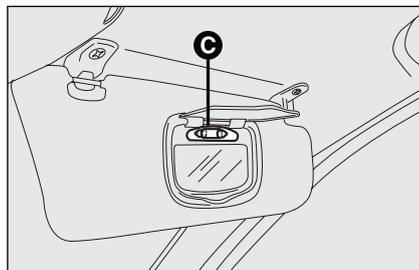

fig. 50
- sostituire la lampada **C-fig. 50** svincolandola dai contatti laterali, accertandosi che la nuova lampada risulti correttamente bloccata tra i contatti stessi.